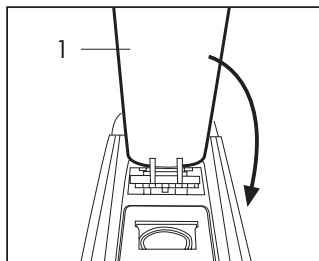

Fig. 10
- Richiudere completamente la leva (1) (Fig. 10)